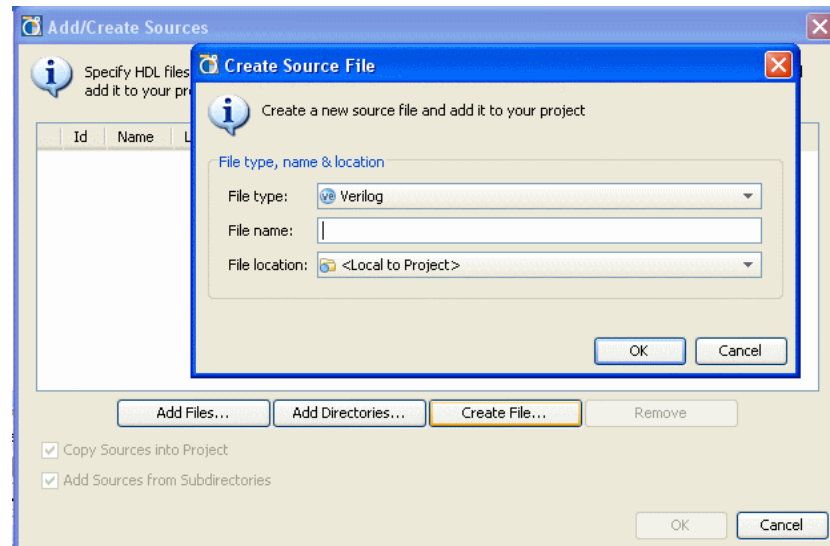

図 3-16 : [Create Source File] コマンド
2. [Add/Create Sources] ページで [Create File] ボタンをクリックします (67 ページの図 3-16)。
3. 図 3-16 のダイアログ ボックスで次の情報を定義します。